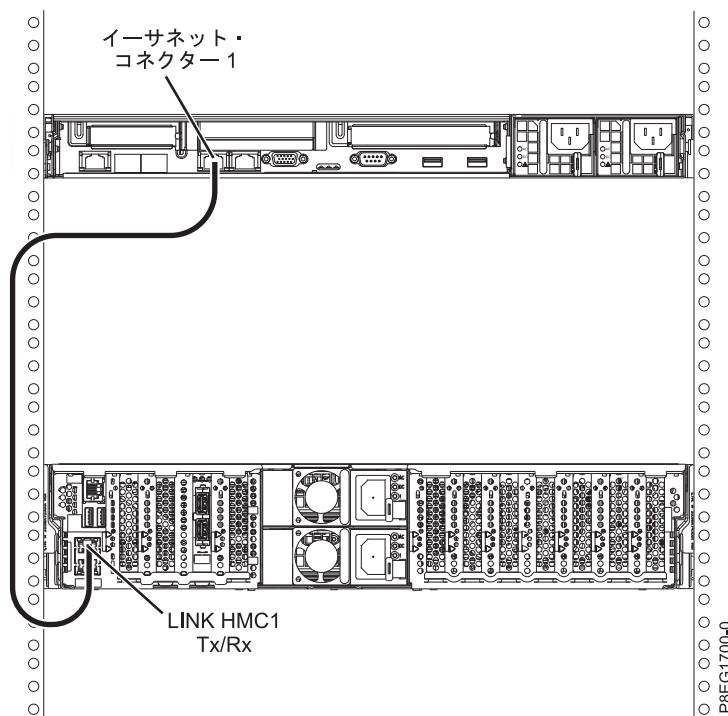

図 17. 管理対象システムへの HMC の取り付け
1. HMC を管理対象システムに直接接続する場合は、HMC の イーサネット・コネクター 1 を管理対象システムの **HMC1** ポートに接続します。図 17 を参照してください。